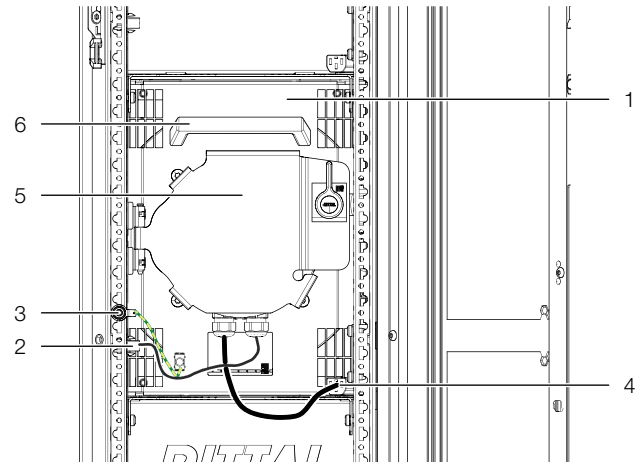

Imagen 52: Módulo de ventiladores
- Retira a izquierda y derecha los dos conectores c.c. y c.a. del ventilador (imagen 52, pos. 2 y 4).
- Desconecta los conectores de puesta a tierra en el ventilador (imagen 52, pos. 3).
Al realizar la conexión, asegúrese de que ambos cables del ventilador no discurren en paralelo, uno demasiado cerca del otro, durante gran parte del recorrido. La imagen 52 muestra un tendido óptimo de los cables.